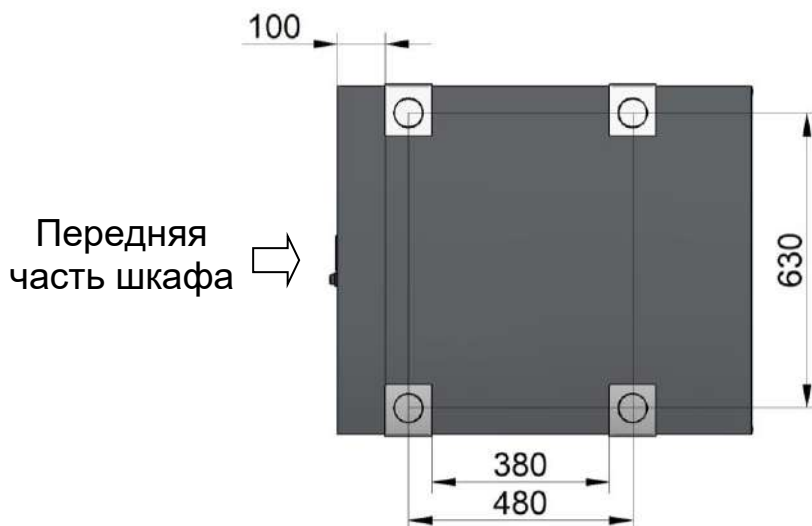

Рис. 3 Монтаж установочных деталей
- установить на шкаф специальные установочные детали на требуемом расстоянии друг от друга (рис. 3):